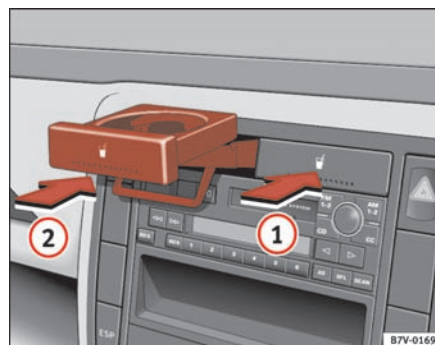

Fig. 106 Drikkevareholdere i midterkonsollen
- Tryk drikkevareholderen i pilens retning ⇒ fig. 106, indtil den går i hak.